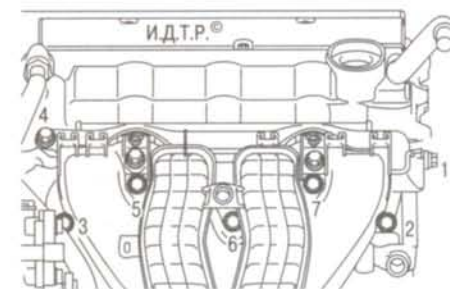

Рис. 5.16. Порядок выворачивания болтов крепления впускного коллектора
- Выверните семь болтов крепления впускного коллектора к головке блока цилиндров в порядке, показанном на рис. 5.16, и снимите впускной коллектор.